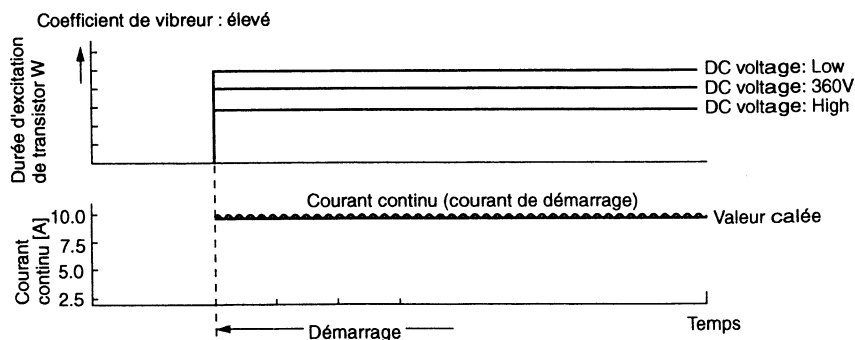

Fig. 8-7
- (2) Comme indiqué sur Fig. 8-7, la durée d'excitation du transistor W⁺ change en fonction du niveau continu de tension pour que le courant de démarrage soit égal à environ 10 A.